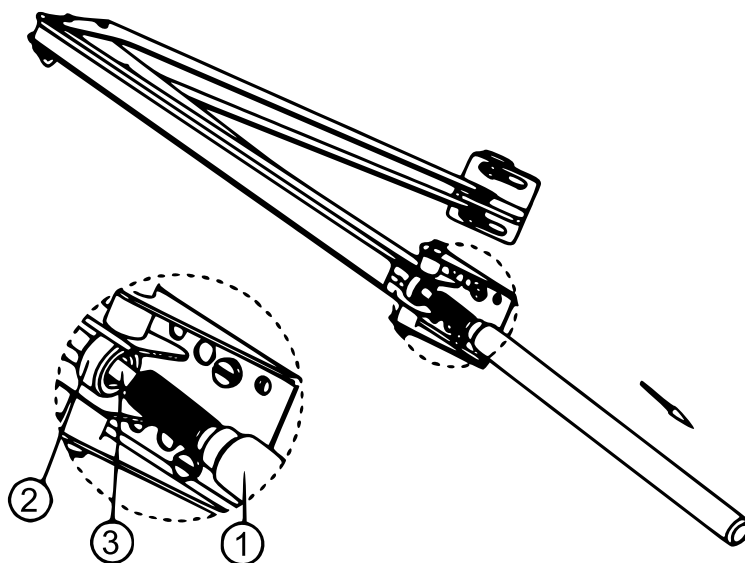

Abbildung 7
- Schrauben Sie den Zylinder (1) vom Zylindergehäuse (2), entfernen Sie den Zylinder jedoch nicht dabei. Die Kolbenstange (3) und die Schubstange (6) bleiben zusammengebaut (siehe Abb. 7).